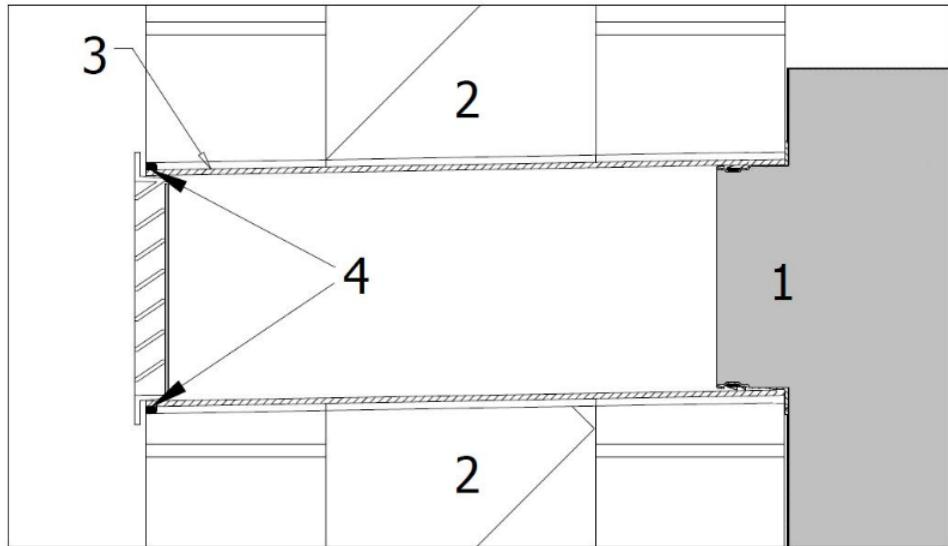

Abbildung 18: Abdichten der Fugen rund um die Kanäle, Schnittzeichnung
Abbildung 18 unten ist eine Schnittzeichnung, die eine Wand mit einem Kanalöch und Kanalanschlüssen zeigt. Ein Gerät wird an der Innenwand installiert, d. h. in dem grauen Kasten auf der rechten Seite, der mit der Nummer ‚1‘ gekennzeichnet ist.
- Tragen Sie an den Außenkanten der Kanäle Dichtungsmasse auf, siehe ‚4‘ in Abbildung 18 oben.